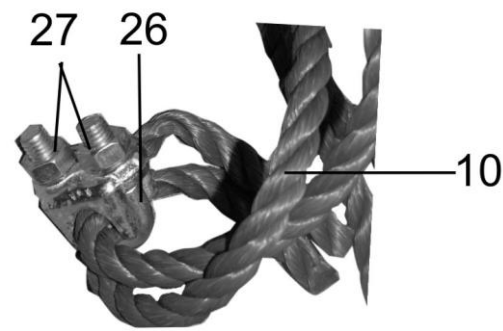

Рис. 4
Концы троса (10) фиксируются хомутом (26) с помощью гаек (27), Рис. 4. Длина выступающих концов троса (10), Рис. 4, должна быть не менее 10 диаметров троса.